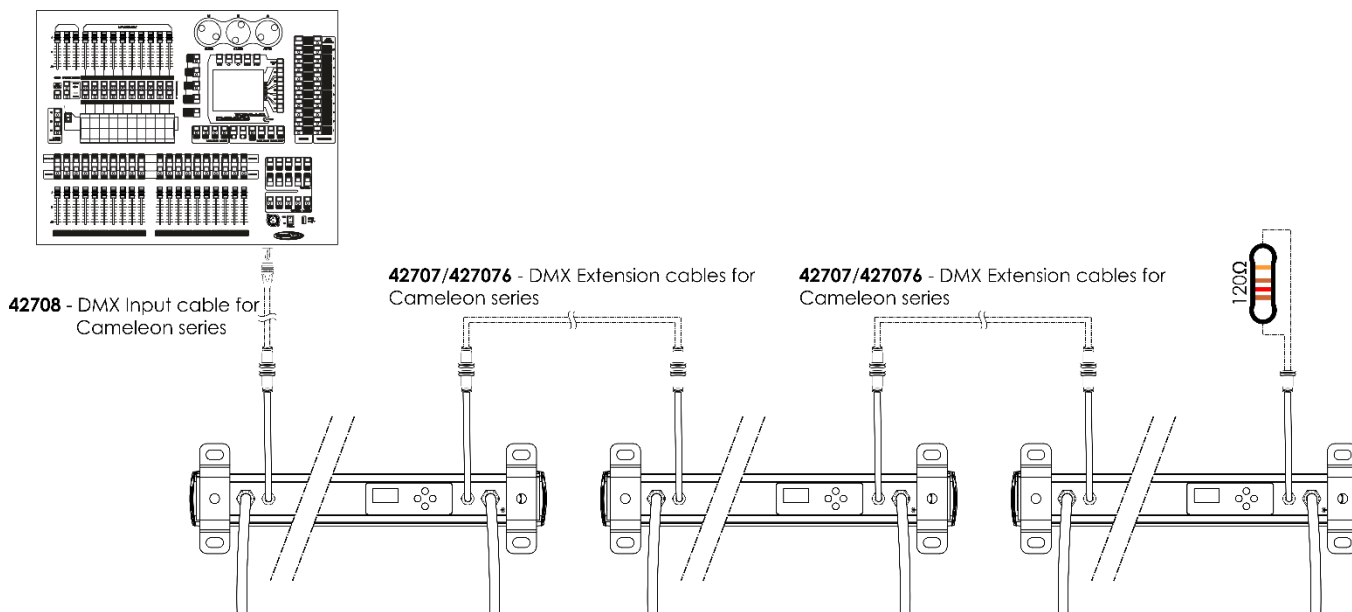

Fig. 04
- 04) Collegare le unità come illustrato nella fig. 04. Collegare un controller luci alla presa DMX "ingresso" della prima unità, utilizzando il cavo d'ingresso 42708 - DMX. Collegare la presa "uscita" della prima unità con la presa "ingresso" della seconda unità, utilizzando il cavo 42707/427076 - DMX Extension, Collegare la seconda e la terza unità utilizzando il cavo 42707/427076 - DMX Extension.